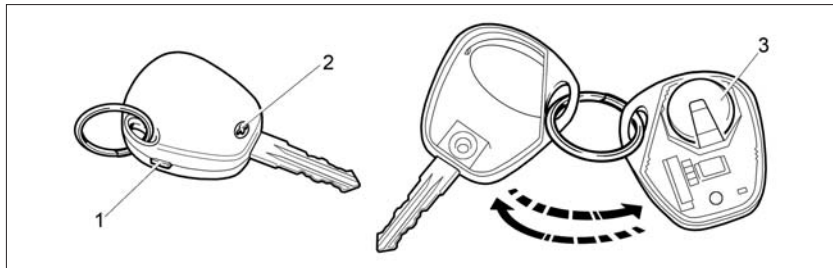

Рис. 51. Замена элемента питания пульта дистанционного управления
- выкрутите винт 2 (рис. 51) со стороны корпуса, противоположной кнопкам управления;